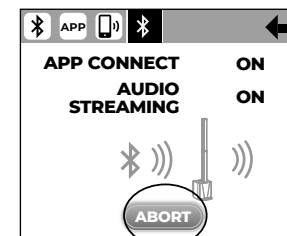
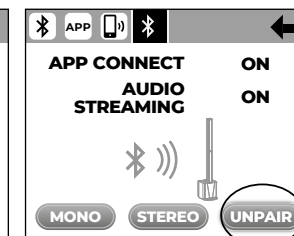

Abb.4D
Abb.4E
**PAIR:** wenn gedrückt, aktiviert sie die Synchronisierung über Bluetooth® zwischen dem Hauptsystem (Master) und dem Zweitsystem (Slave) Die PAIR Taste wird benutzt, wenn das System nicht über die vorgesehene APP gesteuert wird. Die Synchronisierung mit dem Zweitsystem kann durch Drücken von ABORT (Abb.4D) unterbrochen oder am Ende der Sitzung durch Drücken von UNPAIR (Abb.4E) definitiv getrennt werden